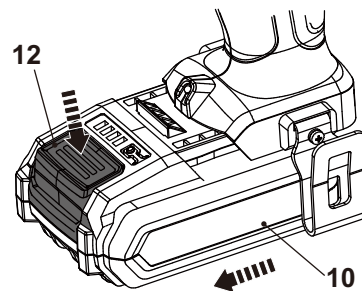

Fig. 5
- > Presione el botón liberador (12) y deslice el paquete de baterías (10) del puerto de acoplamiento de la batería (10a) (Fig. 5).